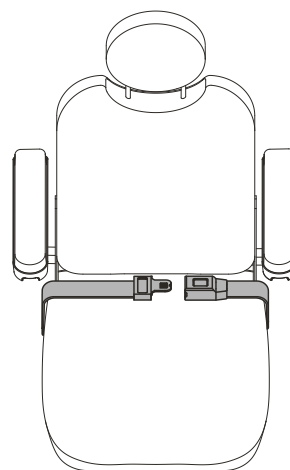

Figure 13. Ceinture de positionnement
Votre fauteuil motorisé peut être équipé d'une ceinture de positionnement qui peut être ajustée pour le confort de l'opérateur. **Voir figure 13.** La ceinture de positionnement est conçue pour soutenir l'opérateur afin qu'il ne glisse pas vers le bas ou vers l'avant dans le siège. La ceinture de positionnement n'est pas conçue pour être utilisée comme dispositif de retenue.
1. Une fois en place, insérez la languette métallique d'un côté de la ceinture dans le boîtier en plastique du côté opposé jusqu'à ce que vous entendiez un clic. **Voir la figure 13.**